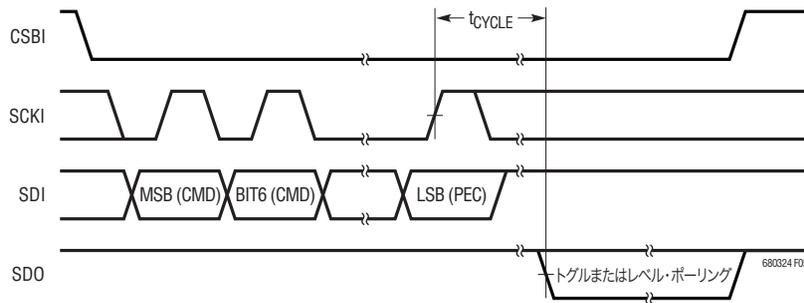
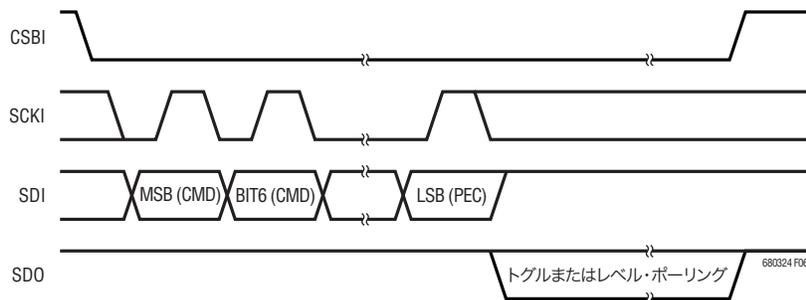

図5. 転送フォーマット (ADC変換とポーリング)
図6. 転送フォーマット (PLADC変換またはPLINT)
**ポーリング方法:**ADC変換では、3つの方法を使ってADCの完了を決定することができます。まず、コントローラはADC変換を開始し、規定変換時間が経過するのを待ってから結果を読み出すことができます。2番目の方法では、ADC開始コマンドが送られた後、CSBIを“L”に保持します。ADC変換の状態がSDOに出力されます(図5)。2番目の方法の問題は、ADC変換の完了を待っている間、コントローラが他のシリアル通信を自由に行えないということです。3番目の方法はこの制約を克服します。コントローラはADC開始コマンドを送り、他のタスクを実行し、それからADCコンバータの状態ポーリング(PLADC)コマンドを送ってADCコンバータの状態を決定することができます(図6)。OV/UV割り込み状態の場合、割り込み状態ポーリング(PLINT)コマンドを使って、スタック内のセルのどれかが過電圧または低電圧状態にないかどうか即座に決定することができます(図6)。